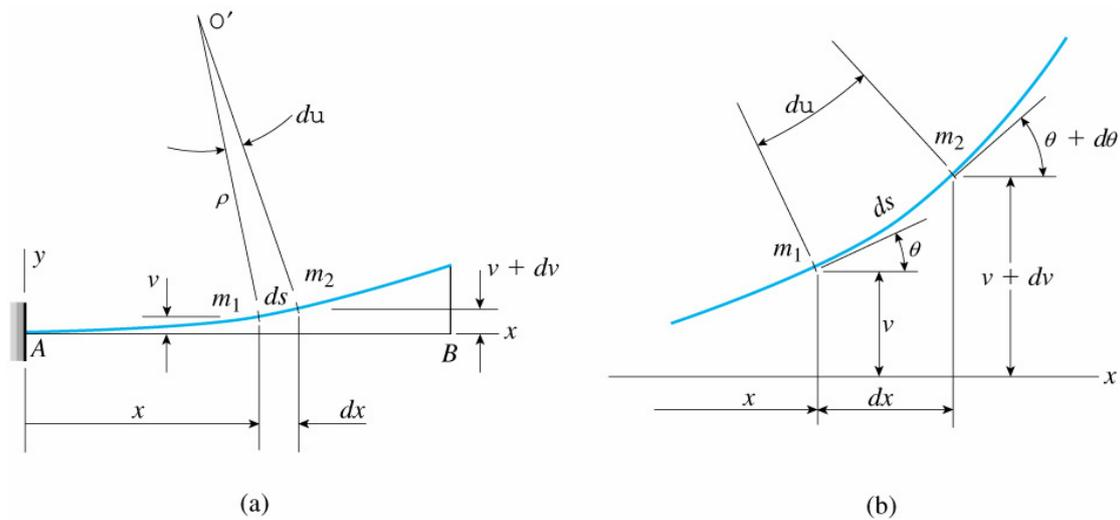

Figura 2 – Curva de deflexão de uma viga. (Gere, 2003)
Vamos considerar a curva de deflexão com mais detalhes como mostra a Figura 2.
**Ângulo de rotação  $\theta$**  - É o ângulo entre o eixo  $x$  e a tangente à curva de deflexão, como mostra a Figura 2.b.
De acordo com a Figura 2, se o ângulo de rotação é muito pequeno, a curva de deflexão é quase horizontal. Dessa forma tem-se que: